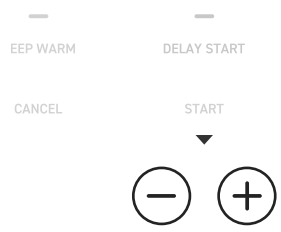

Abbildung 9.1
- 3. Drücken Sie die Tasten - oder +, um die Startzeitverzögerung von 10 Minuten (00:10) bis 24 Stunden (24:00) einzustellen. [Abbildung 9.1]